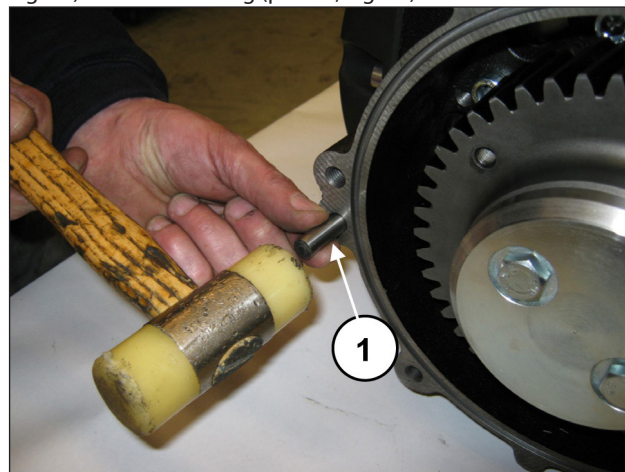
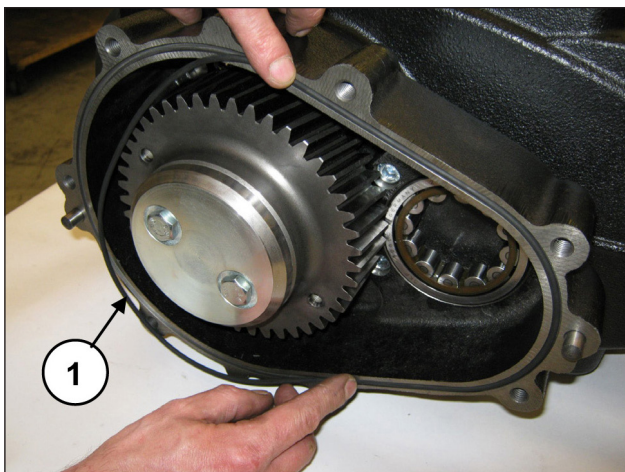

Fig. 78
Fig. 79
Applicare le 2 spine Ø10x24 alla scatola riduttore (pos. ①, Fig. 78) e inserire l'O-ring (pos. ①, Fig. 79).